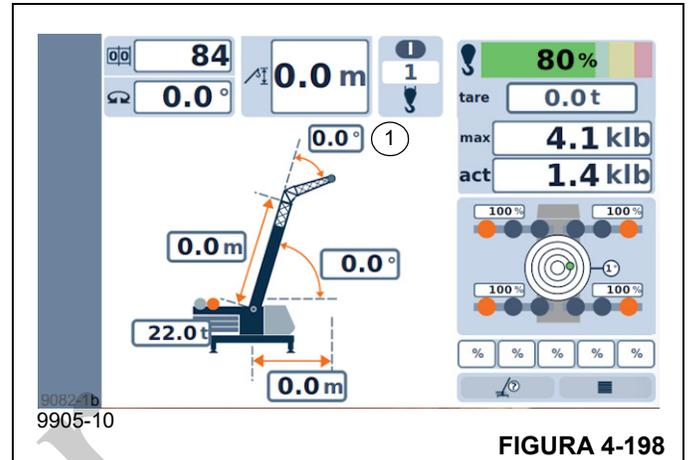

FIGURA 4-198
- **Elevación/bajada de la extensión en celosía:** Muestra el ángulo actual de la extensión de celosía (1, Figura 4-198) con respecto a la pluma principal en grados.
- **Extensión en celosía, puede inclinarse en ángulo:** Muestra el ángulo de la extensión de celosía que corresponde al código de RCL en grados (1, Figura 4-198).